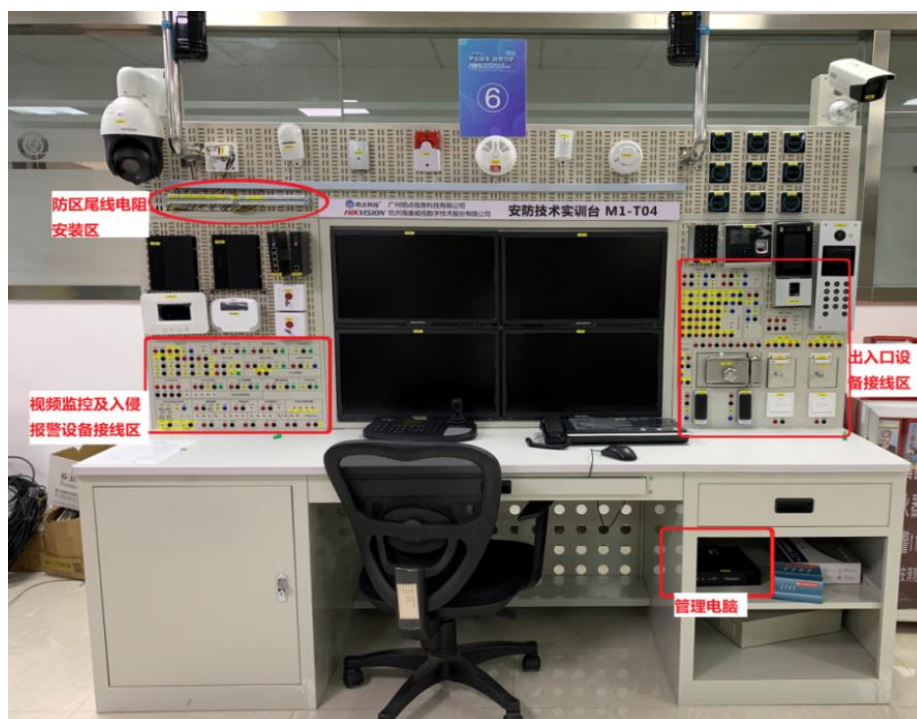

图 1 竞赛工位实物图
7. 实训台体左上方为入侵报警系统前端探测器尾线电阻安装线区（详见图 1），但紧急按钮不在此区域，需在紧急按钮 86 型底盒内进行电阻接线；